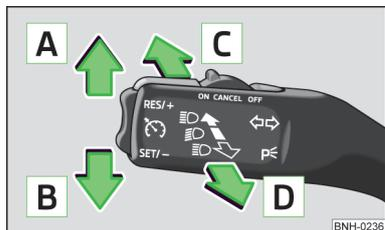

Fig. 37
- Tirare la leva degli indicatori di direzione (» fig. 37 a pagina 58) posta sul volante e spingerla verso il basso mantenendola in questa posizione.
- Tirare la leva degli indicatori di direzione (» fig. 37 a pagina 58) posta sul volante e spingerla verso l'alto mantenendola in questa posizione.